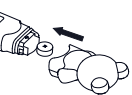

Figure 5
- Utilisez un objet pointu tel qu'un stylo pour retirer la pile usagée. Débarrassez-vous de la pile selon la législation en vigueur. Remplacez par une nouvelle pile bouton de 1,5 V CC de type LR41 ou SR41, UCC392, ou équivalent. Assurez-vous que la pile est installée avec la polarité vers le haut (Figure 5).